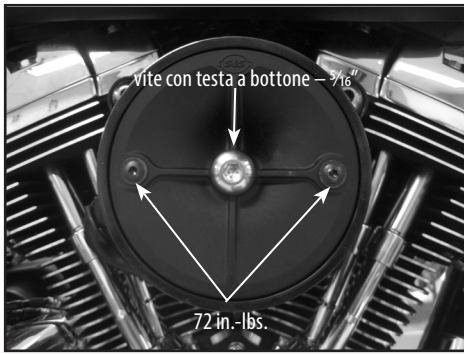

Figura 11
16. Far passare le viti 1/4" X 20 con testa a bottone e flangia attraverso la piastra posteriore in plastica del filtro, avvitare bene e fissarle. Infine stringere a 72 in.-lbs. come illustrato nella **figura 11**.
17. Applicare un coperchio del filtro dell'aria S&S o un coperchio grande a doppio filtro dell'aria di Harley-Davidson® del 1999-2016 al kit per il filtro dell'aria stealth con una vite con testa a bottone 5/16", mettendo del 234 blue Loctite® nelle filettature e stringendo a 10 ft.-lbs. Vedere la **figura 11**.